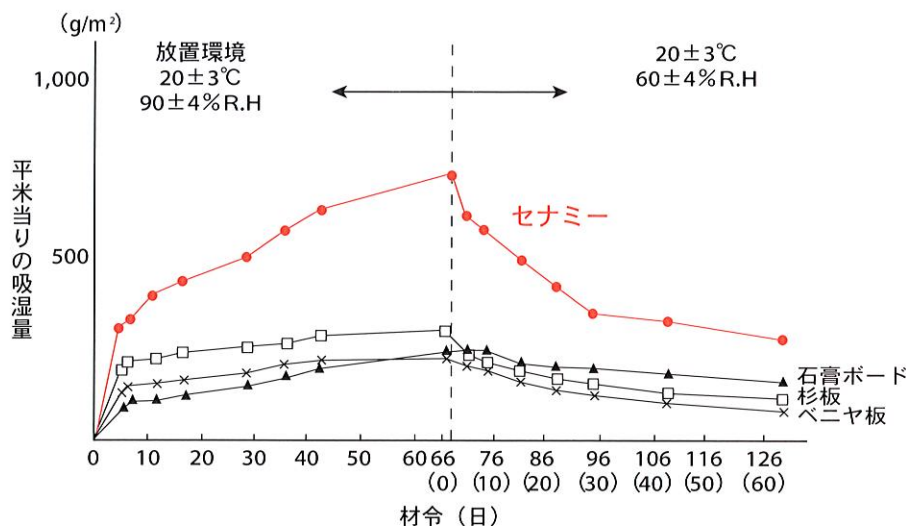

図 2
- *調湿 吸放湿効果が抜群で室内を快適湿度に保ち、結露を防止します。(図2)